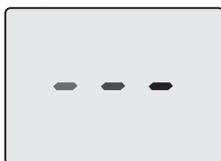
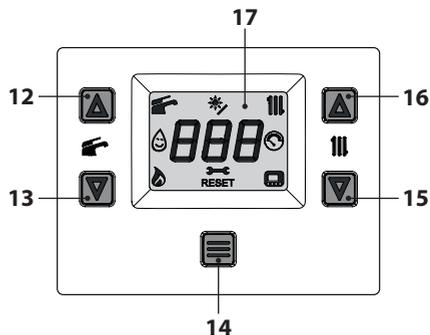

Figura 6.5
Figura 6.6
- Conecte la alimentación eléctrica de la caldera accionando el interruptor bipolar incluido en la instalación. El display LCD mostrará el símbolo  (los guiones se encienden en secuencia para simular un desplazamiento) (Figura 6.5).
- Mantenga pulsado durante 5 segundos el botón 14 hasta que aparezcan en el display los símbolos  y  (Figura 6.6).
- Apague la caldera manteniendo pulsado durante 5 segundos el botón 14 (Figura 6.6) hasta que aparezca en el display LCD el símbolo  (los guiones se encienden en secuencia para simular un desplazamiento) (Figura 6.5).